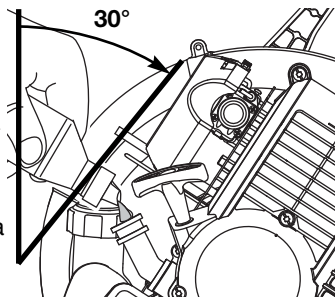

Fig. 12
- Incline la unidad 30° (Fig. 12).
- Vierta todo el contenido de la botella de aceite en el cigüeñal (Fig. 12).